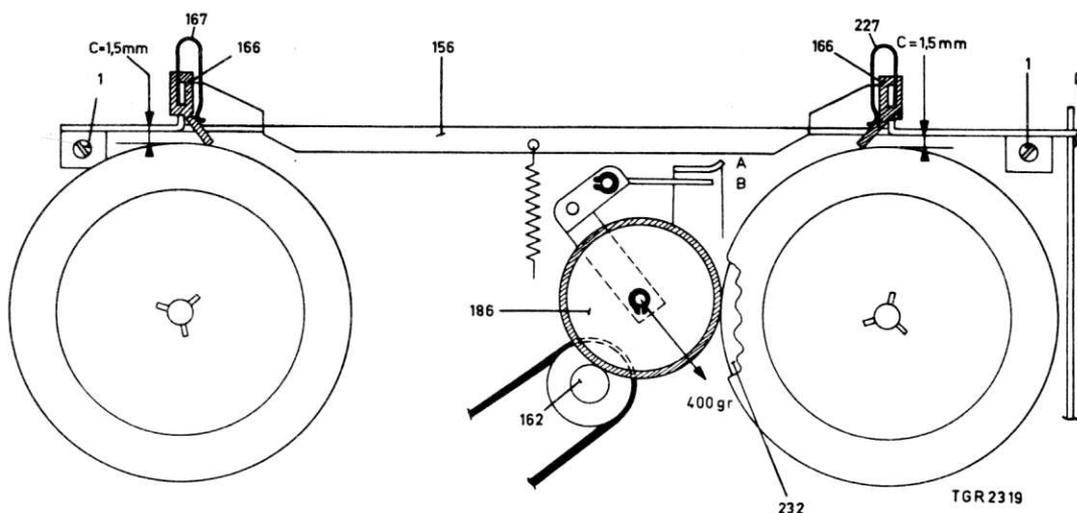

Fig. 10
Réglage des freins, voir fig.10
- Veiller à ce que les patins se trouvent dans la position indiquée fig.10.
Roue d'entraînement 186, fig.10